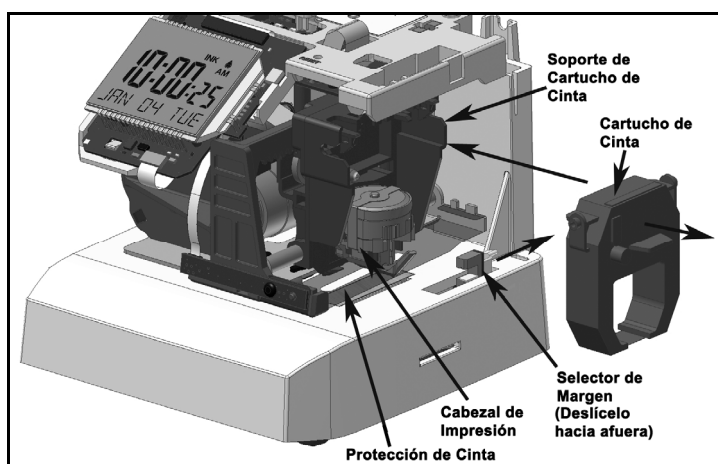

Figura 3: Ubicación del Soporte de Cinta.
El reloj TCX-85 de Amano en la Figura 3, muestra una típica imagen del cartucho de cinta retirado del soporte.
Step 2. Apriete la pestaña sobre el cartucho de cinta, y jale el cartucho de cinta fuera del soporte (vea la Figura 3 pagina 2-2).
Step 5. Para iniciar el indicador de tinta "INK", oprima y mantenga el botón **ENTER** por tres (3) segundos.
Nota – Si el mecanismo de impresión está abajo (no se puede insertar una hoja de papel), presione el botón **RESET** para mover el eje a la posición de arriba. Esto hará más fácil la instalación del cartucho de cinta. **También, el Selector de Margen (ver la Figura 3 arriba) puede moverse hacia la parte de atrás del reloj para hacer más cómodo el remplazo de la cinta.**